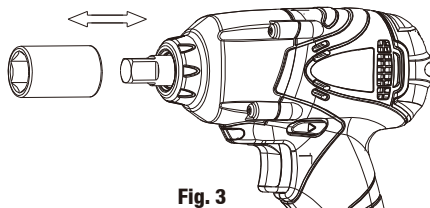

Fig. 3
1. Colocar los vasos en la embocadura (ver Fig. 3)
1. Tirar del vaso para a retirar de la embocadura (ver Fig. 3)